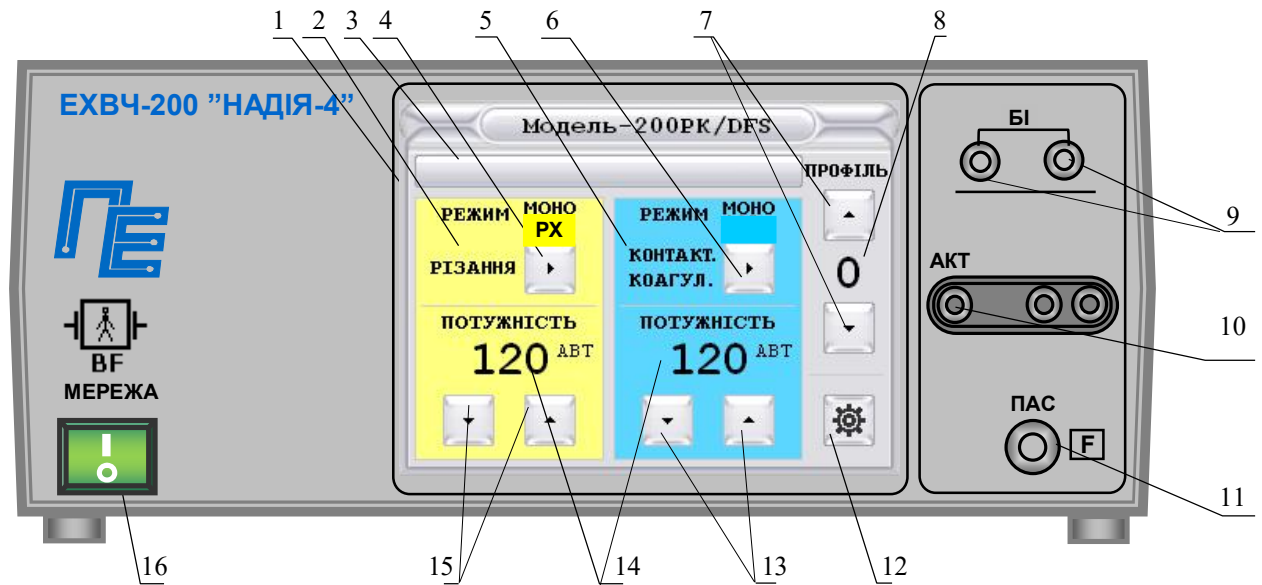
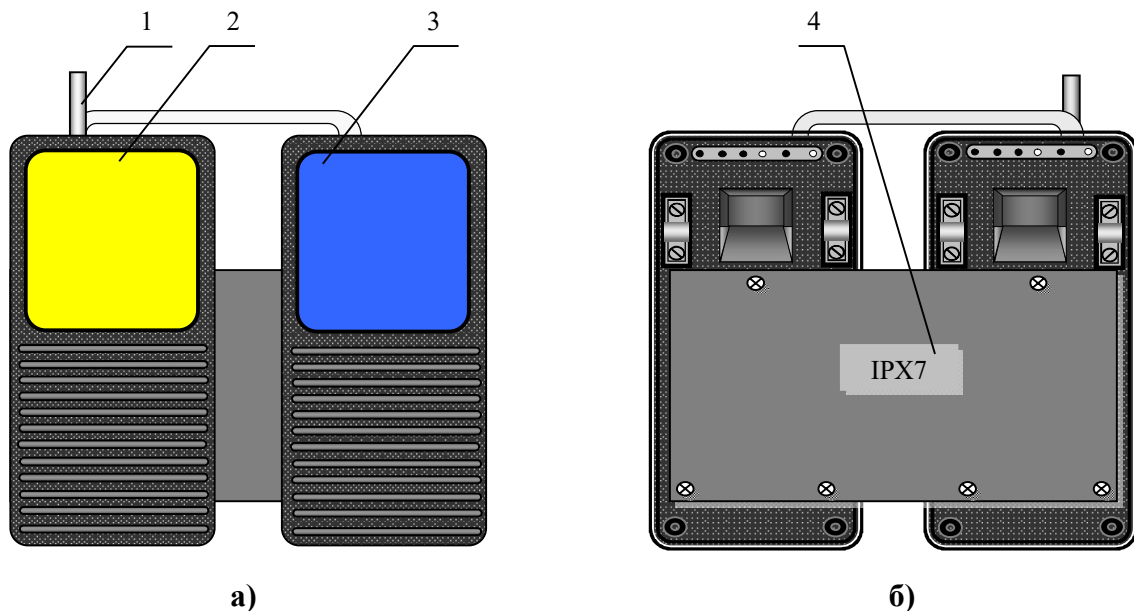

Рис.1. Передня панель електронного блоку
Рис. 3. Ножна педаль
- світлову індикацію автоматичного тестування аварійного стану апарата. При цьому на індикаторах 14 (рис. 1) висвітлюється «УВАГА! Виникла критична помилка. Будь ласка, перезавантажте систему!»;
Конструктивно апарат виконаний у вигляді двох окремих блоків - електронного блоку (рис. 1,2) і ножної педалі (рис. 3).
Позначення на рис. 1.
Позначення на рис.3.
Конструкція ножної педалі (рис.3) є підлоговою конструкцією, на якій розташовано дві рухомі платформи: ліва (1) - для включення виду роботи РІЗАННЯ, права (2) - КОАГУЛЯЦІЯ.
- включити апарат, для чого встановити вимикач “МЕРЕЖА” в положення “I”. При цьому вмикається світлова індикація індикатора “МЕРЕЖА” (16, рис.1), На протязі 2-5 сек. на моніторі відображається завантаження даних.
- перевірити переключення режимів роботи, для чого послідовно натискаючи кнопку (4, 6 рис.1), переконатися, що апарат перемикає відповідні режими;
- перевірити регулювання рівня вихідної потужності, для чого, натиснувши кнопки управління (13, 15 рис. 1), переконатися, що відбувається збільшення (зменшення) показань індикаторів (14, рис.1) рівня вихідної потужності.
- перевірити систему контролю ланцюга пасивного (нейтрального) електроду. Для цього необхідно встановити режим МОНО на індикаторі ПІЗАННЯ (або КОАГУЛЯЦІЯ) та від'єднати пасивний електрод від роз'єму 11 (рис.1). На моніторі
Для встановлення профілю необхідно включити апарат, за допомогою кнопки вибору профілю (3, рис.1) встановити номер профілю **0** (або від 1 до 9) (8, рис.1), встановити необхідний режим роботи та вихідну потужність, натиснути ліву платформу педалі при виборі режиму РІЗАННЯ або праву, при виборі режиму КОАГУЛЯЦІЯ. Апарат автоматично запам'ятовує вибрані режим роботи та рівень вихідної потужності.
- 1- натиснути кнопку 3 (рис.1). Монітор переключиться в режим клавіатури;
При необхідності встановлення часу автоматичного вимикання вихідної потужності необхідно натиснути кнопку **НАСТРОЙКИ** (12, рис. 1).
При необхідності обмеження доступу до використання апарата необхідно натиснути кнопку **НАСТРОЙКИ** (12, рис. 1).